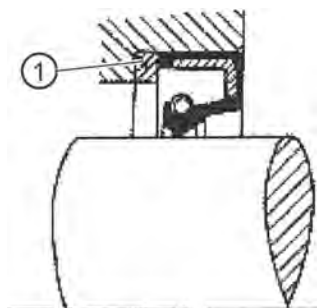

Рисунок 12: Установка распорного кольца между дном отверстия и радиальным уплотнением.
- Установкой распорного кольца между дном отверстия и радиальным уплотнением (см. рис. 12).